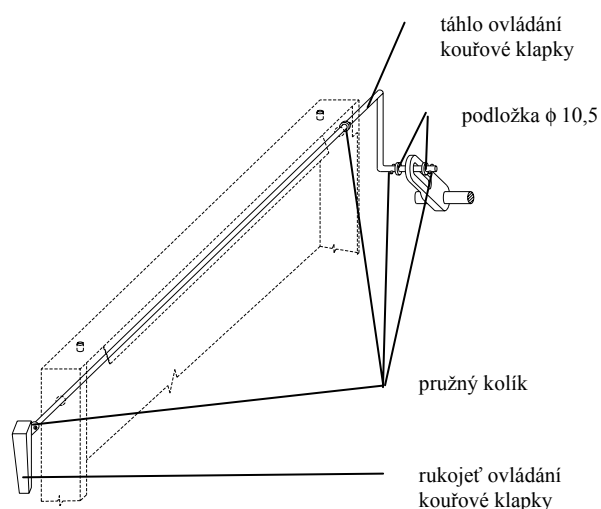

Рис. 8 Управление дымовой заслонкой
6. В соответствии с рис. 8 смонтировать управление дымовой заслонкой.